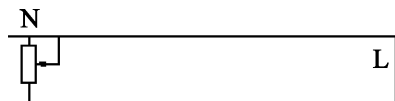

图 15-109 修剪图形
3) 单击“默认”选项卡“修改”面板中的“修剪”按钮, 对图形进行适当的修剪, 修剪结果如图 15-109 示。